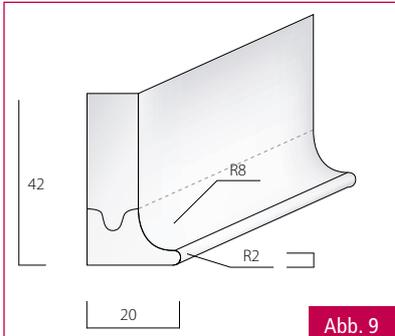
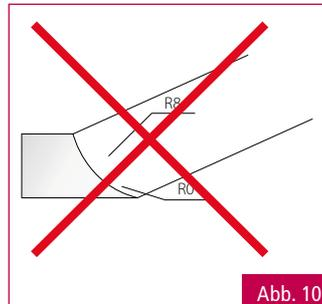

Abb. 9
Abb. 10
Für die Farbgruppen SOLIDS, SANDS und PEARLS (außer G 50) wird eine Standard stumpfe Verklebung empfohlen (**Fig. 7**). Verwenden Sie, wie oben beschrieben, immer einen kleinen Falz, um starkes Schleifen der Rückseite der Platte zu vermeiden (**Fig. 8**). Für die Farbgruppen QUARTZ, GRANITE und Tapioca Pearl (G 50) wird ein Falz empfohlen (**Fig. 9**).
Für die Farbgruppe VOLCANICS oder andere, die eine marmorierte Struktur zeigen, ist ein Falz, wie in **Fig. 10** oder ein 45°Winkel, wie in Fig. 11 oder eine Profilkombination aus beiden, wie in **Fig. 12** empfohlen.
7. Streifen der Aufkantung (**Abb. 5**) mit Hohlkehlstreifen (**Abb. 6**) verbinden/kleben (**Abb. 9**). Nach dem Aushärten plan- und sauberschleifen. Mindestens 2mm Überstand an der Hohlkehle stehen lassen. Niemals auf „0“mm (**Abb. 10**) arbeiten.